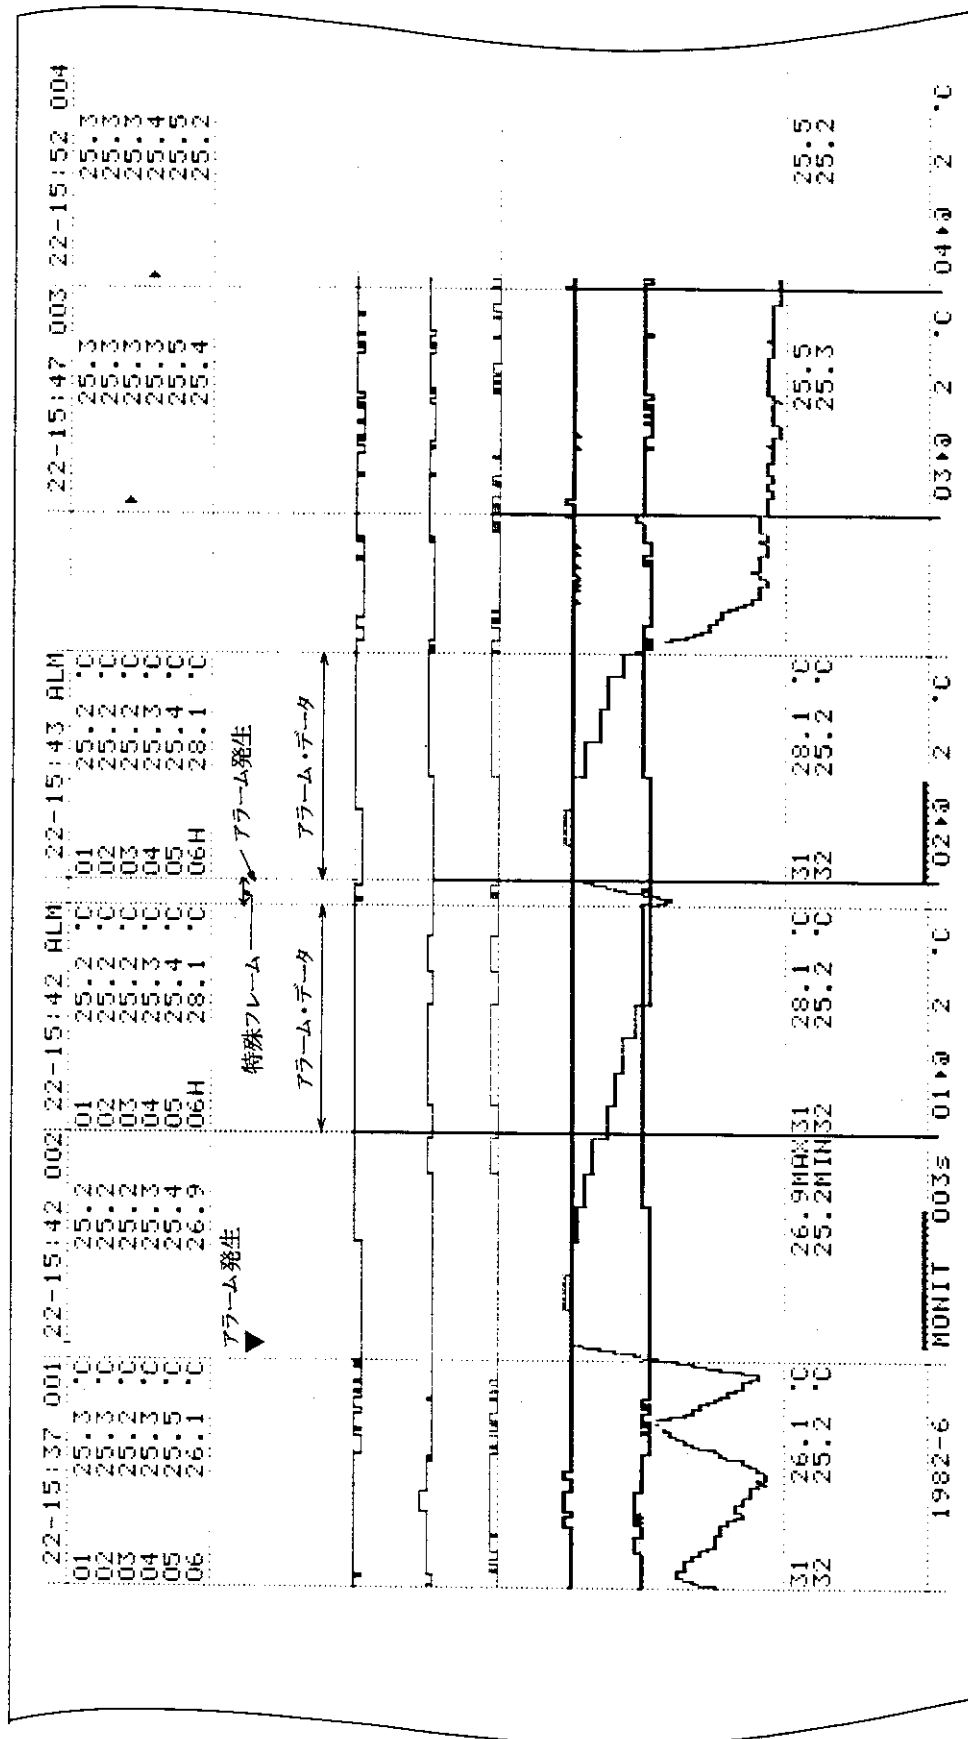

図 4-23 印字例 21:特殊フレーム印字中に再びアラームが発生した場合
- **M/AL** モード、または**L/M/AL**モードを設定してある場合で特殊フレームを記録中の時は、早送り印字動作に切換わり、ただちにアラーム・フレームにすべてのチャンネルのデータを印字します。アラーム・フレームの印字が終了しますと再び通常の印字速度に戻り、特殊フレームを記録します。〔図4-23〕参照